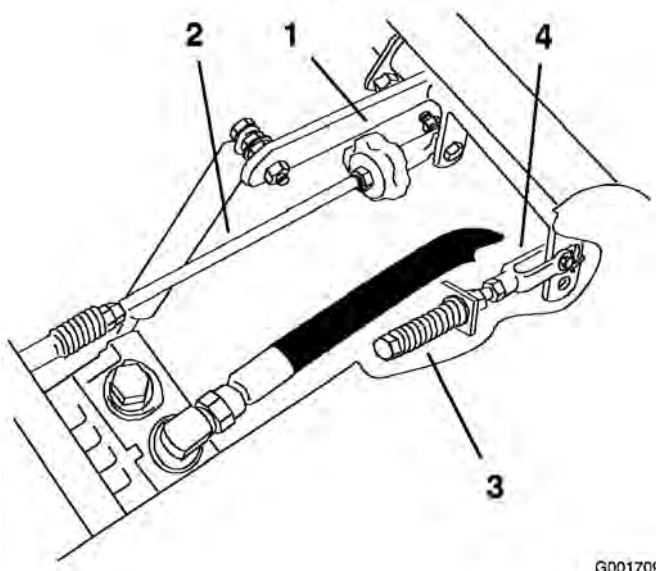

Figure 63
2. Réglez la longueur de la tige de pompe en tournant le bouton dans le sens voulu, jusqu'à ce que la roue soit immobilisée ou tourne légèrement en marche arrière (Figure 63).